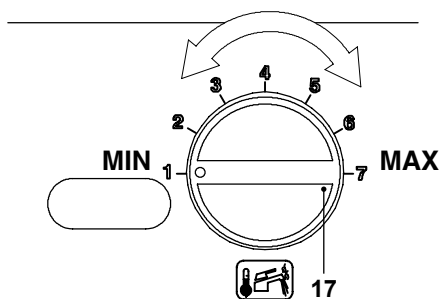

Figura 9.21
- Ruotare la manopola regolazione temperatura sanitari 17 in Figura 9.21 al minimo, sul display LCD compare la seguente visualizzazione (la sequenza **P09** si alterna a **01**).